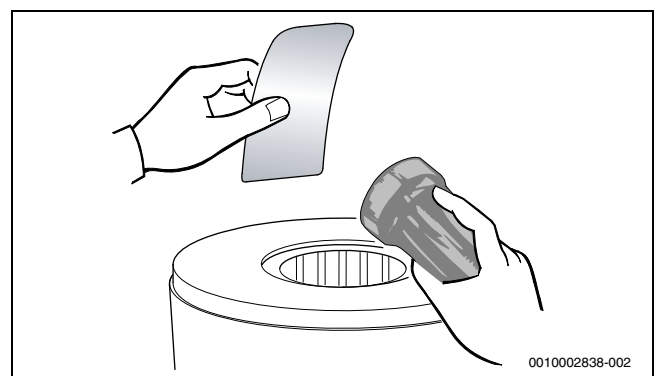

Рис. 150 Проверка наличия грязи в теплообменнике
- ▶ Еще раз проверьте наличие остатков в теплообменнике (→ рис. 150).